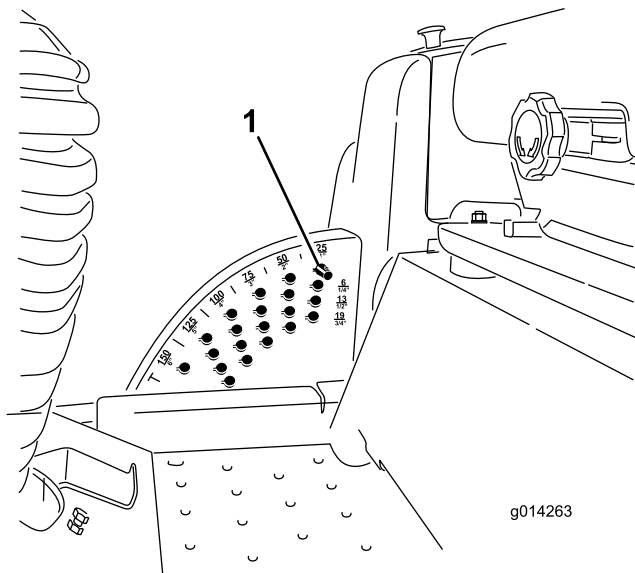

図 18
注 デッキ（アタッチメント）を上昇位置にロックするには、デッキを 15 cm を超えた高さまで上昇させ、刈高ストップピンを外し（「刈高の調整」を参照）、ピンを 15 cm の刈高位置に差し込みます（図 18）。
1. エンジンが回転している状態で、デッキ昇降スイッチの後側を押し、デッキが完全に上昇したら **直ちにレバーから手を離す** (図 18)。
2. ストップピンについているロールピンを回してピンと刈高設定穴のスロットとが整列したところでピンを抜き取る (図 18)。
3. 刈高ブラケットについている穴から、希望する刈高に対応する穴を見つけ、その穴にピンを通し、ピンを回してロックする (図 18)。
注 刈高設定穴は、扇形の外周に一番近い段から全部で4段 (列) あります (図 18)。外周側の列は、外周部に刻印されている通りの刈高の穴です。2 列目の穴は、それぞれ 1 列目プラス 6 mmの刈り高となります。3 列目の穴は、それぞれ 1 列目プラス 12 mmの刈り高となります。一番下の列の穴は、それぞれ 3 列目プラス 18 mmの刈り高となります。刈高 152mm だけは例外で、2列目のはずれにあります。この穴にセットすると 刈高 152mm となります (6mm アップにはなりません)。